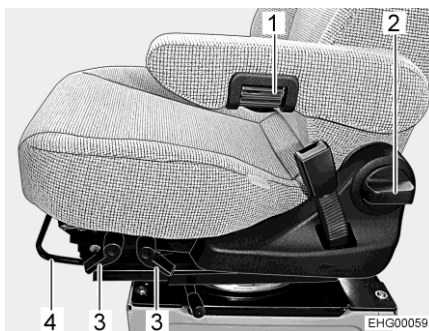

Bild 14 Sitzverstellung
- Den Bügel (Bild 14,4) nach oben ziehen.
- Den entsprechenden Hebel (Bild 14,3) nach oben ziehen.
- Griff (Bild 14,2) drehen.
- Zur Feineinstellung das Rändelrad (Bild 14,1) drehen. Je nach Drehrichtung neigt sich die Armlehne nach oben oder unten.